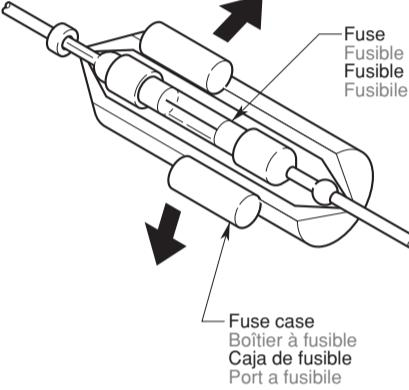

Figure 10 / Figure 10 / Figura 10 / Figura 10
- To replace the fuse, open the lock on the source unit side, remove the old fuse and insert the new one. (Figure 10)
- Pour remplacer le fusible, ouvrir le loquet sur le côté de l'appareil pilote, retirer l'ancien fusible et insérer le fusible neuf. (Figure 10)